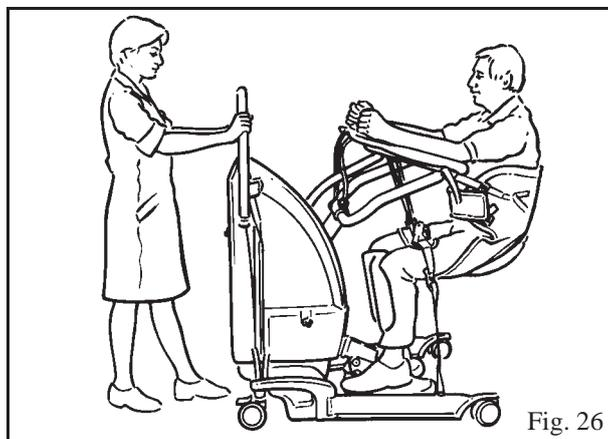

Fig. 26
12. Liberte os travões e feche as pernas do chassi. Depois transporte o paciente para a posição desejada. (Ver Fig. 26)